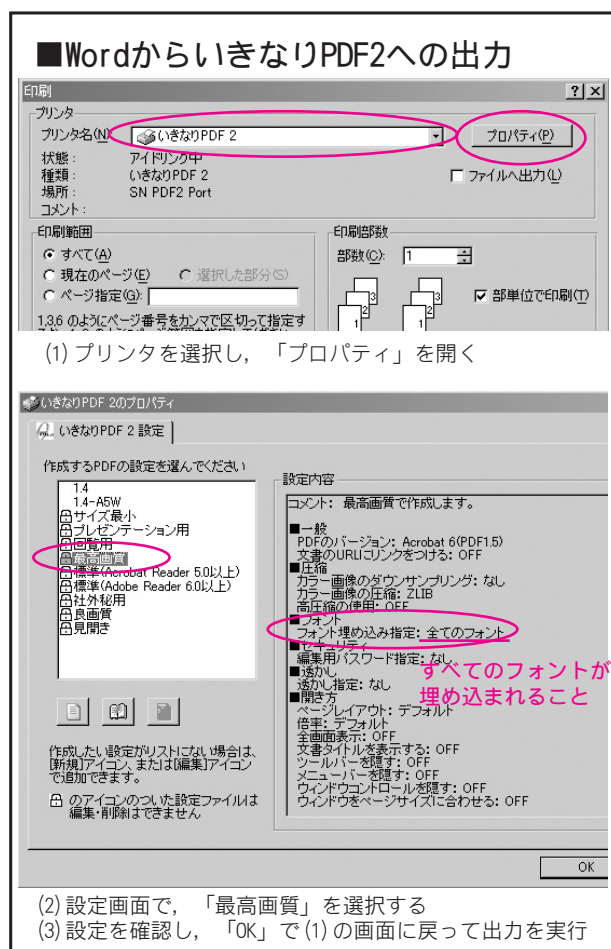

図3 いきなりPDF2でのPDFの書き出し
- PDFファイルを開き（無料のAdobe Readerでかまいません）、ファイルがきちんと作成されているかを確認します。詳細は図3をご参照ください。